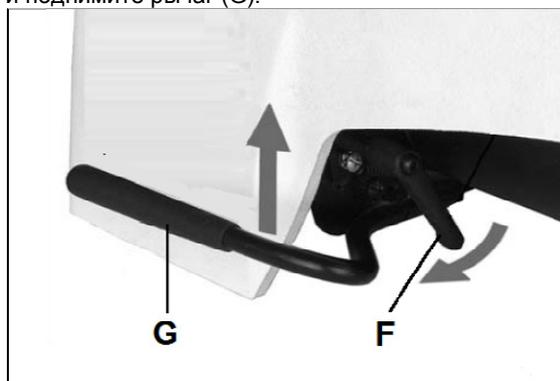

Рис. 22
Ослабьте натяжение ремня. Потяните ручку (F, Рис. 22) и поднимите рычаг (G).